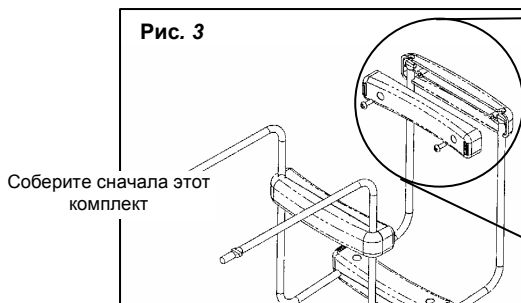

Рис. 3
2. Чтобы смонтировать приемный ящик, используйте отвертку #2 Philips, два металлических пальца и (3) соединительные комплекта ящика (каждый комплект содержит одну верхнюю пластиковую деталь, одну нижнюю пластиковую деталь и 2 винта). Смонтируйте каждый соединительный комплект для приемного ящика, на металлических скобках, как показано на рис. 3. Указание: Возможно, будет проще, если Вы сначала соберете средний соединительный комплект, как это упоминается ниже.